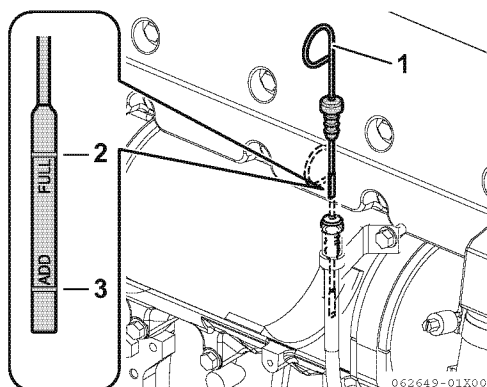

Figura 6
2. Retire la varilla de nivel (**Figura 6, (1)**) y límpiela con un trapo limpio.
4. Extraiga la varilla de nivel de aceite. El nivel de aceite debe encontrarse entre las líneas superior (**Figura 6, (2)**) e inferior (**Figura 6, (3)**) de la varilla de nivel.
2. Llene con aceite hasta el límite superior (**Figura 6, (2)**) de la varilla de nivel (**Figura 6, (1)**).